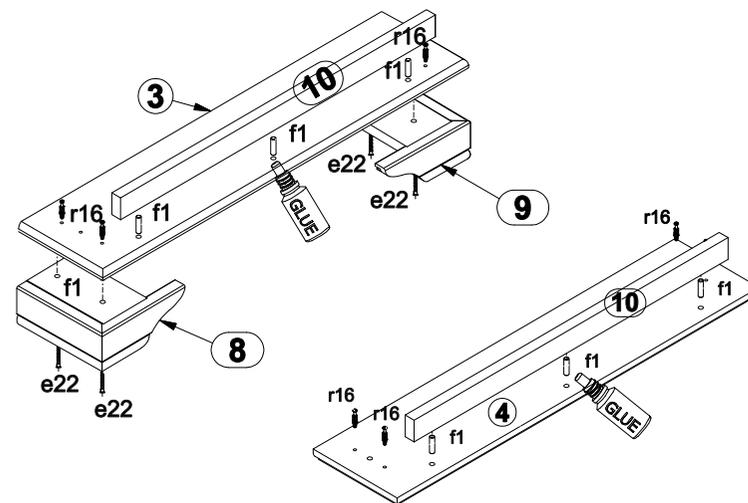

Рисунок 2
3. В отверстия $\varnothing 8$ мм на нижних кромках планок **10** вбить деревянные шканты **f1**, предварительно капнуть в отверстия клей **y1** (см. рис. 2).
8. В отверстия $\varnothing 5$ мм на внешних поверхностях стенок боковых **1, 2**, на нижней поверхности щита верхнего **4**, на верхней поверхности щита нижнего **3** вкрутить винты стяжки **g16** (см. рис. 2, 3).
9. Соединить детали **3** и **10**, а также **4** и **10**, предварительно капнуть в отверстия $\varnothing 8$ мм клей **y1** (см. рис. 2).
10. Соединить щит нижний **3** с ножками **8, 9** с помощью еврошурупов **e22** (см. рис. 2).